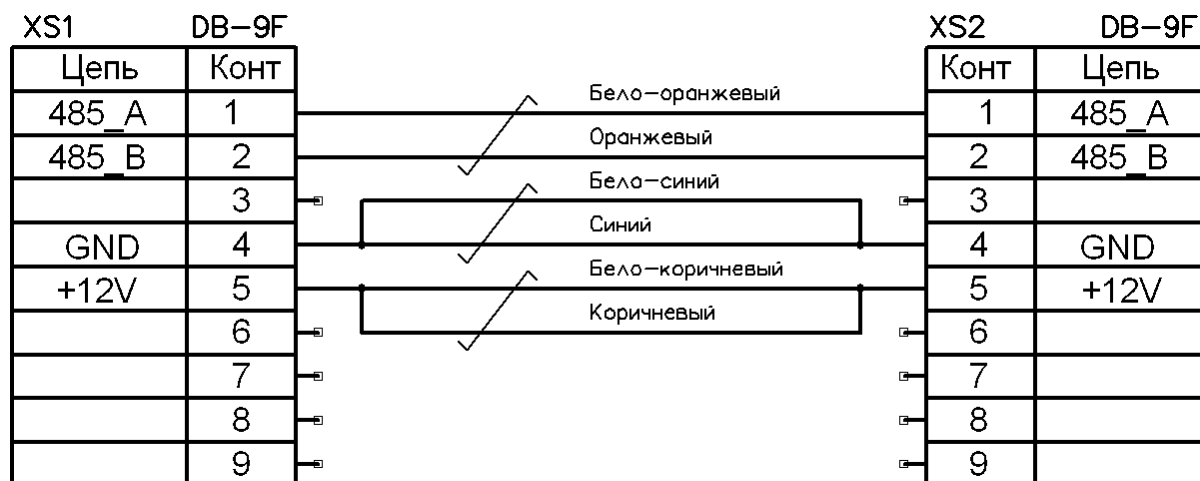

Рис.3.17. Схема распайки кабеля БО-БПП.
3.9.4. Соединительный кабель БО-БРР необходимой длины собирается потребителем по схеме распайки кабеля рис.3.17. Для сборки кабеля в комплекте с БРР идут два разъёма типа DB9F.